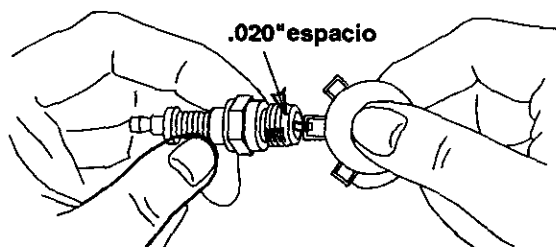

Figura 14
- Reemplace la bujía de encendido si las terminales están picadas, quemadas o la porcelana está quebrada. Vea Figura 14 .
- Limpie la bujía de encendido y restablezca el espacio a 0.020" al menos una vez cada estación o cada 100 horas de funcionamiento. Vea Figura 14 . Reemplace según se requiera. Consulte el número de parte en la lista en la sección correspondiente.